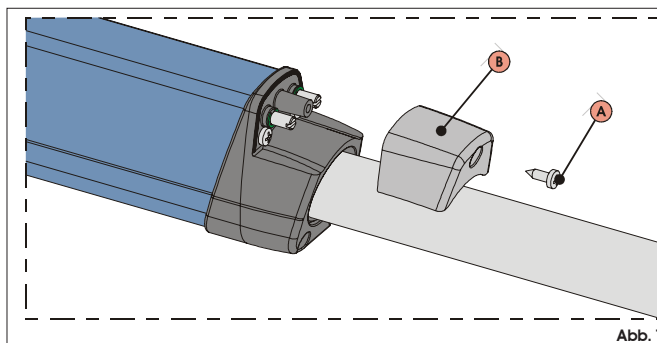

Abb. 19
- 1) Die obere Befestigungsschraube lösen, Abb.19 Bez.A, und den Deckel entfernen, Abb.19 Bez.B.
- 5) Den Deckel erneut positionieren, Abb.19 Bez.B, und die Befestigungsschraube festziehen, Abb.19 Bez.A.